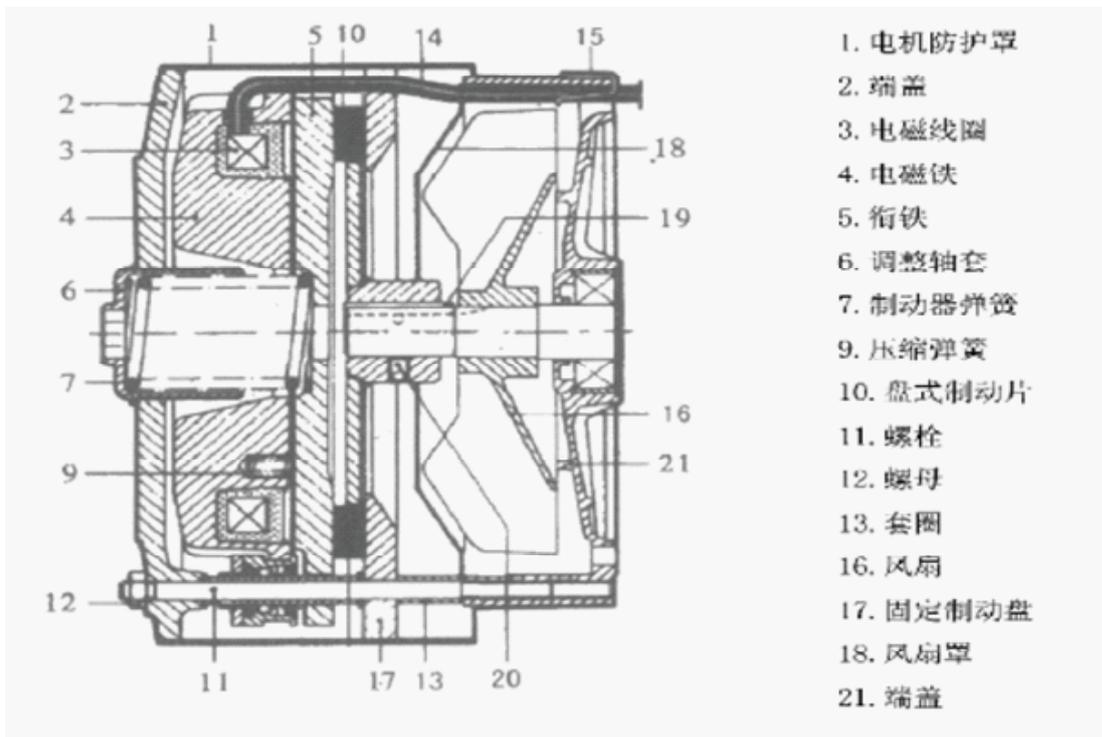

图3.4-1 电磁制动器
电磁盘式制动器的主要部件是直流电磁铁，装有可轴向自由移动的制动垫片的可转制动盘，两个固定式制动盘（其中分别是电磁铁/随制动垫片自动跟踪的衔铁），电磁铁与衔铁之间的距离是保持恒定的（见图3.4-1）。
- (1) 用内六角专用扳手伸入调整套<见图3.4-1中项6>；
- (2) 按顺时针方向扳动调整套<6>，将调整套旋紧一圈，即可获得**10~15N.m**的制动力矩，此时主弹簧即压缩**1.5~2毫米**；
- (3) 调整时应循序渐进，制动力矩不宜过大，否则制动时将对机构造成过大冲击；
- (4) 原红漆记号作为调试位置。
制动器的盘式制动片10必须在衔铁5与盘式制动片10之间的间隙小于0.5mm之前予以更换。更换垫片的程序如下（所述序号见图3.4-1）：